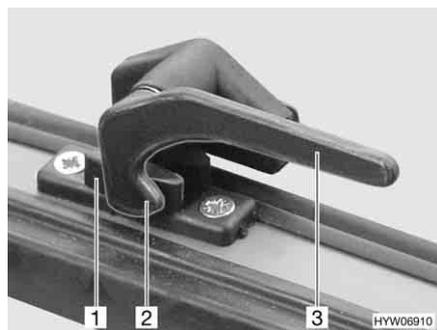

Bild 46 Verriegelungshebel in Stellung
- Den Verriegelungshebel (Bild 46,3) eine viertel Umdrehung zur Fenster-
- Den Verriegelungshebel (Bild 46,3) eine viertel Umdrehung zum Fenster- rahmen hin drehen. Die Verriegelungsnase (Bild 46,2) liegt auf der Innen- seite der Fensterverriegelung (Bild 46,1).
- in Stellung "fest verschlossen" (Bild 46)